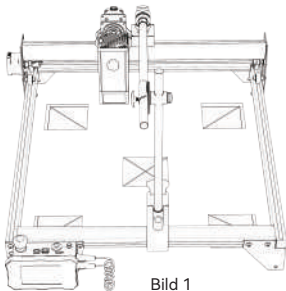
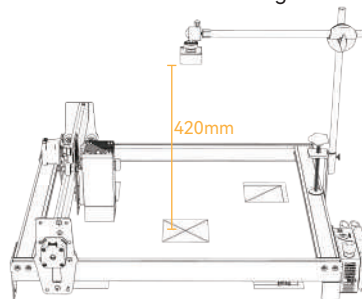

Bild 1
Bild 2
4.2 Befestigen Sie die montierte Kamera an der Maschine (Bild 1). Achten Sie darauf, dass die Position der Maschine und des Papiers unverändert bleibt; stellen Sie die Position der Kamera so ein, dass der Abstand zwischen der Arbeitsebene und der Kameralinse 420 mm beträgt (Bild 2), und bringen Sie die Mitte der Kameralinse so weit wie möglich mit der Querposition in Übereinstimmung (Bild 3).